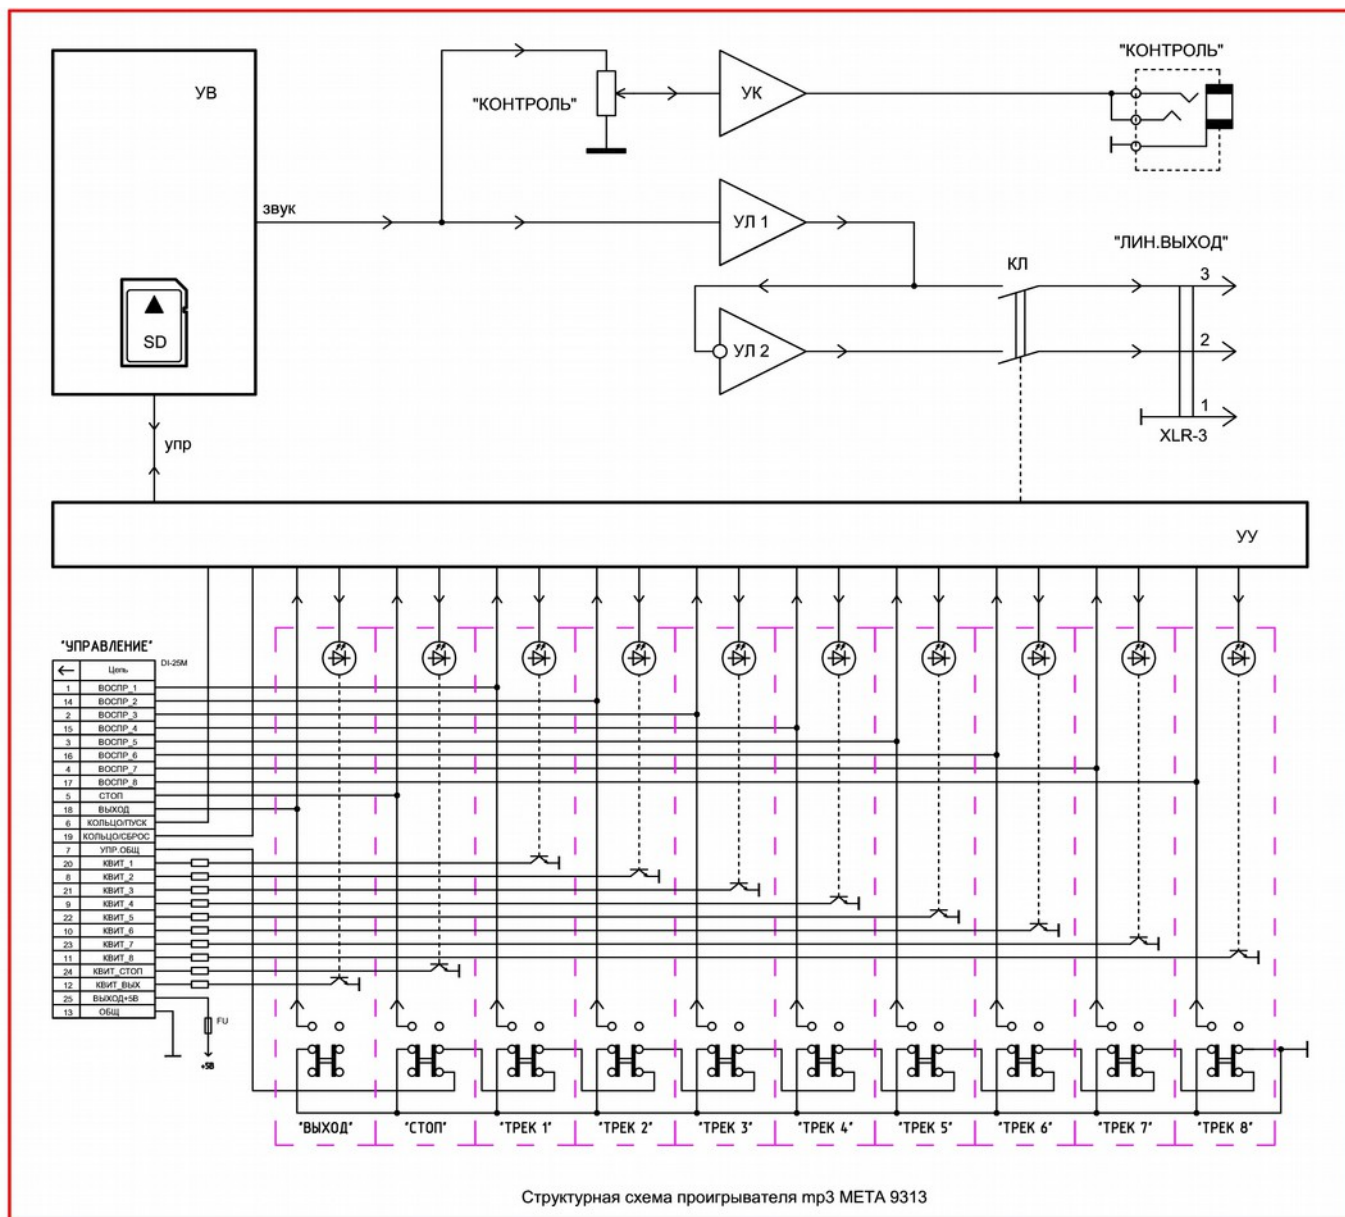

Рис. 1.
9.1. Структурная схема Проигрывателя показана на рис.1.